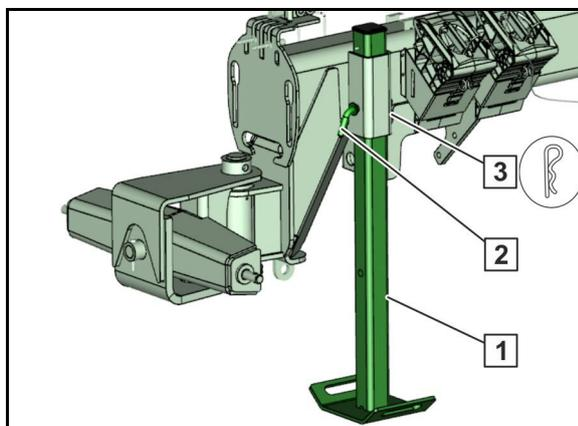

Fig. 25
Le dispositif de pression (Fig. 25/1) augmente la pression du rouleau sur le sol.
1. Desserrez les deux contre-écrous (Fig. 25/2).
2. Vissez la vis (Fig. 25/3).